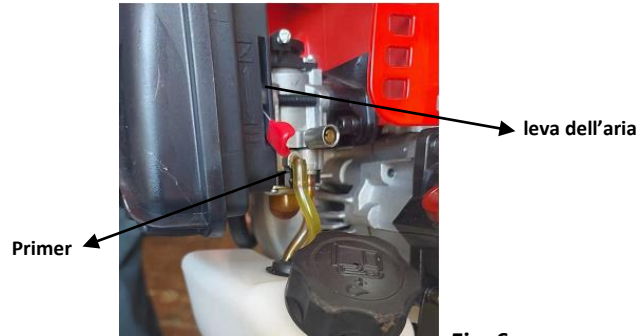

Fig. 6
3. Premere il primer (Fig. 6) quattro o cinque volte per consentire alla benzina di arrivare al carburatore.
4. Posizionare la leva dell'aria (Fig. 6) in posizione aperta **N**
7. Dopo l'avvio posizionare la leva dello starter in posizione chiusa (Fig. 6). **III**